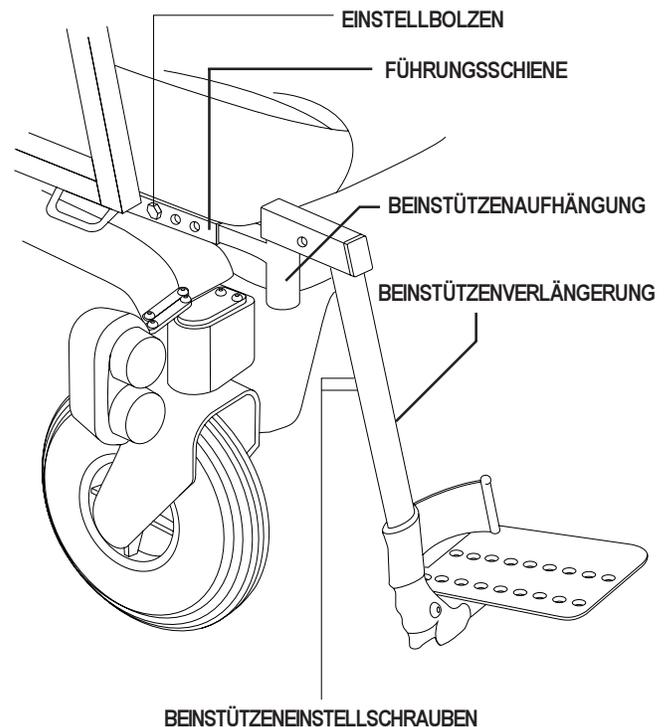

Abbildung 17. Einziehbare Schwerlast Beinstützen
1. Entfernen Sie die Einstellbolzen aus der Führungsschiene. Siehe Abbildung 17.
1. Entfernen Sie die Einstellschrauben aus der Beinstützenverlängerung. Siehe Abbildung 17.